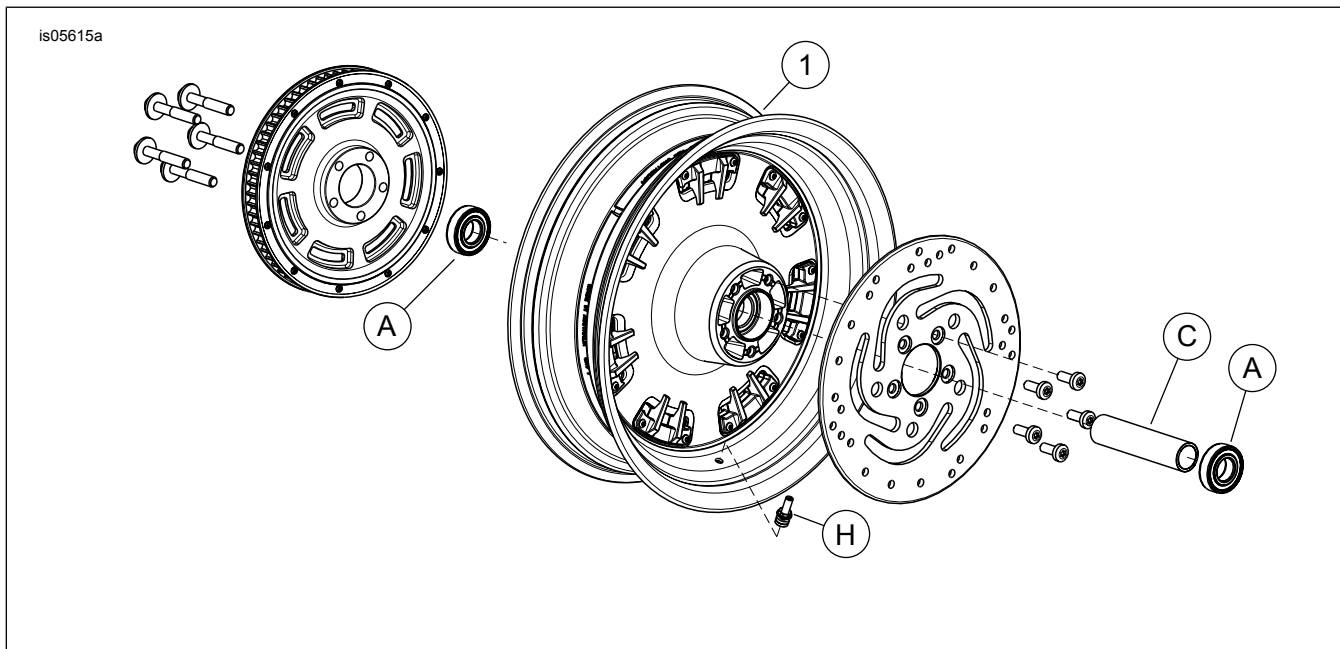

Figure 1. Pièces détachées : Roue arrière Fang
2. Voir Figure 1. Installer l'ensemble de tige de soupape (H) sur la roue. Voir le manuel d'entretien.